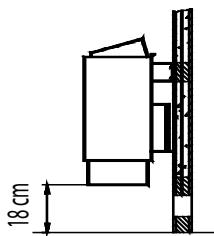

Рис. 6
4. Печь навесить на стену. (рис.6)